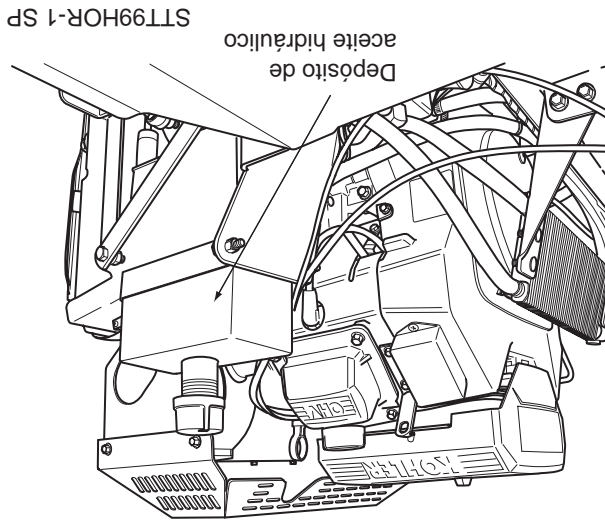

Figura 7-2 Depósito de aceite hidráulico
2. Coloque un recipiente adecuado debajo del filtro de aceite hidráulico. Quite la tapa del depósito de aceite hidráulico. Retire el tapón de drenaje de la conexión en la base del filtro de aceite. (Vea la Figura 7-2). Permita drenar el fluido en el recipiente y deséchelo apropiadamente.